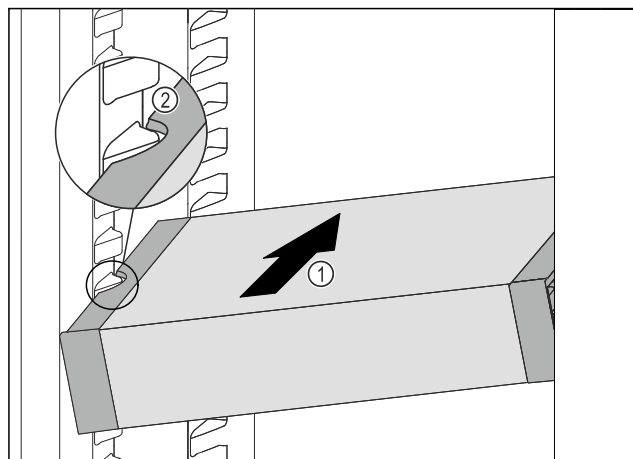

Fig. 142
- VarioSafe skjuts in snett i kyldelen *Fig. 142 (1)*, tills sidofördjupningarna *Fig. 142 (2)* hos VarioSafe är i samma nivå som behållarlisterna i kyldelen.